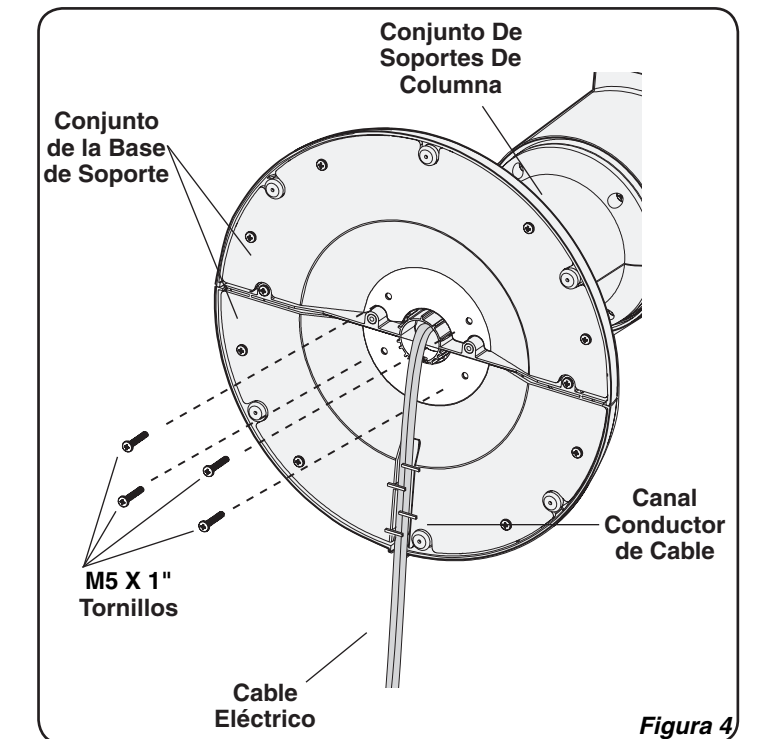

Figura 4
Columna, cerciorándose de que el canal del cable en la parte inferior de la base de soporte esté orientado hacia la parte posterior del Ventilador. Ensamble el **Conjunto de la Base de Soporte** con el **Conjunto del Soporte de Columna** utilizando los **Tornillos M5 de (4) 1"** de largo. Jale con cuidado toda holgura excesiva del **Cable de Electricidad** e introdúzcala por el **Canal Conductor de Cable**. (**Figura 4**)